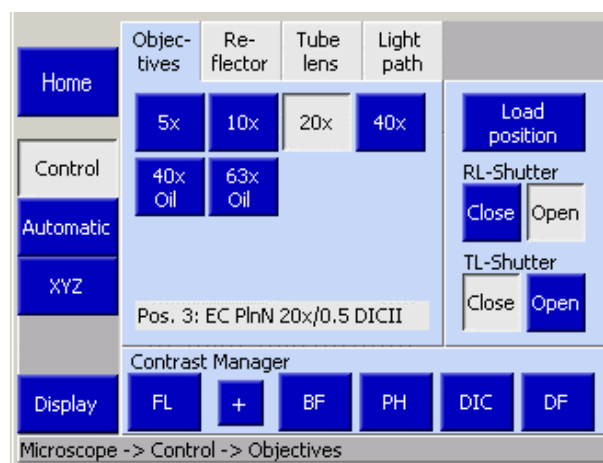

Fig. 4-26 Microscope -> Control -> Objectives
A seconda del portaobiettivi installato (tutti i tipi motorizzati), vengono visualizzati fino a sette tasti per le posizioni degli obiettivi (pos.1 ... pos.7 nella fig. 4-26). Per le posizioni degli obiettivi già configurate, il sistema visualizza gli ingrandimenti corrispondenti e, se disponibili, le seguenti informazioni supplementari:
A seconda del portaobiettivi installato (tutti i tipi motorizzati), vengono visualizzati fino a sette elementi di controllo per le posizioni degli obiettivi (fig. 4-26). Per le posizioni degli obiettivi già configurate, il sistema visualizza gli ingrandimenti corrispondenti e, se disponibili, le seguenti informazioni supplementari: